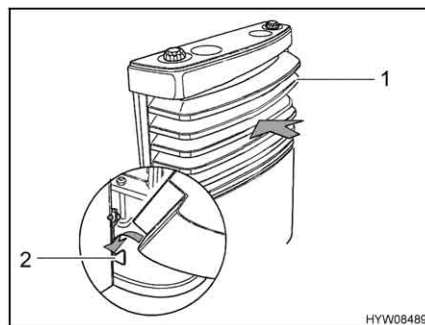

Fig. 144 Copertura del riscaldamento, supporti inferiori
- Montare la copertura del riscaldamento. A tale scopo, collocare la copertura (Fig. 144,1) sui supporti inferiori (Fig. 144,2).